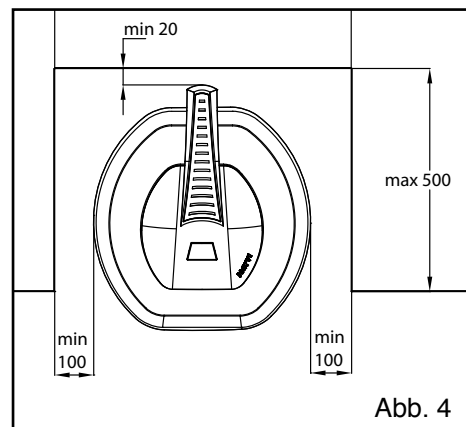

Abb. 4
- Der Saunaofen kann in eine Wandvertiefung gestellt werden, deren Höhe mindestens 1.900 mm (Abb. 4) betragen muss.